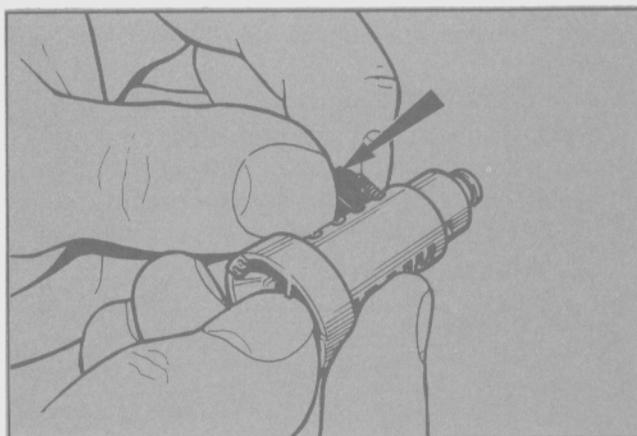

Fig. 341 - Instalación de los fiadores. Observar que la pestaña del fiador quede contra el muelle.
- Lubricar ligeramente e instalar el cilindro. Para ello montar primero los muelles e introducir luego los fiadores de modo que la pestaña de los mismos quede contra el muelle (Fig. 341).